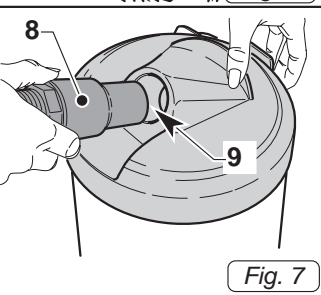

Fig. 7
- Вставьте рукава (8 Рис.7), шланга из комплекта в отверстие (9 Рис.7) воздуха.